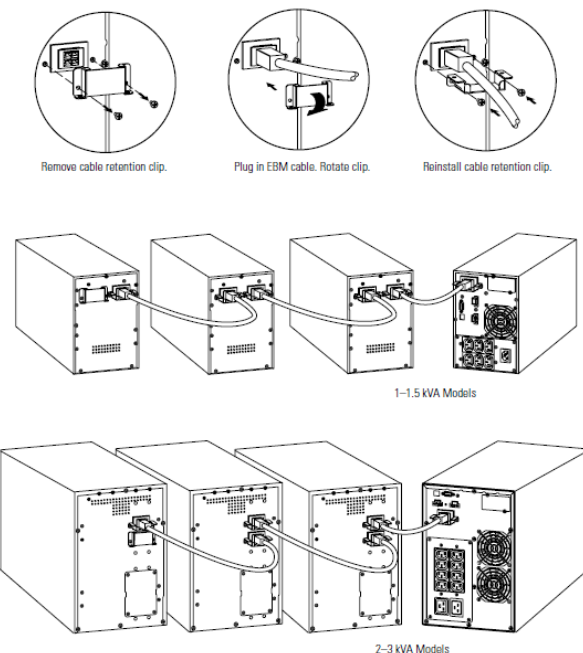

Figura 3: Collegamento dei pacchi batterie
1. Rimuovere il morsetto del cavo che copre l'attacco della batteria sul lato posteriore dell'UPS. Conservare il morsetto e le viti (vedi Figura 3).
3. **Installazione di più pacchi batterie:** in tutti i pacchi batterie, eccetto in quello installato per l'ultimo, rimuovere i morsetti dei cavi di entrambi gli attacchi delle batterie. Nell'ultimo pacco batterie, il secondo attacco della batteria resta coperto (vedi Figura 3).
4. Realizzare tutti i collegamenti a innesto tra i pacchi batterie e il sistema UPS (vedi Figura 3). È possibile collegare al sistema UPS fino a quattro pacchi batterie.
5. Montare tutti i morsetti dei cavi precedentemente rimossi ruotati di 90° al di sotto del connettore (vedi Figura 3).